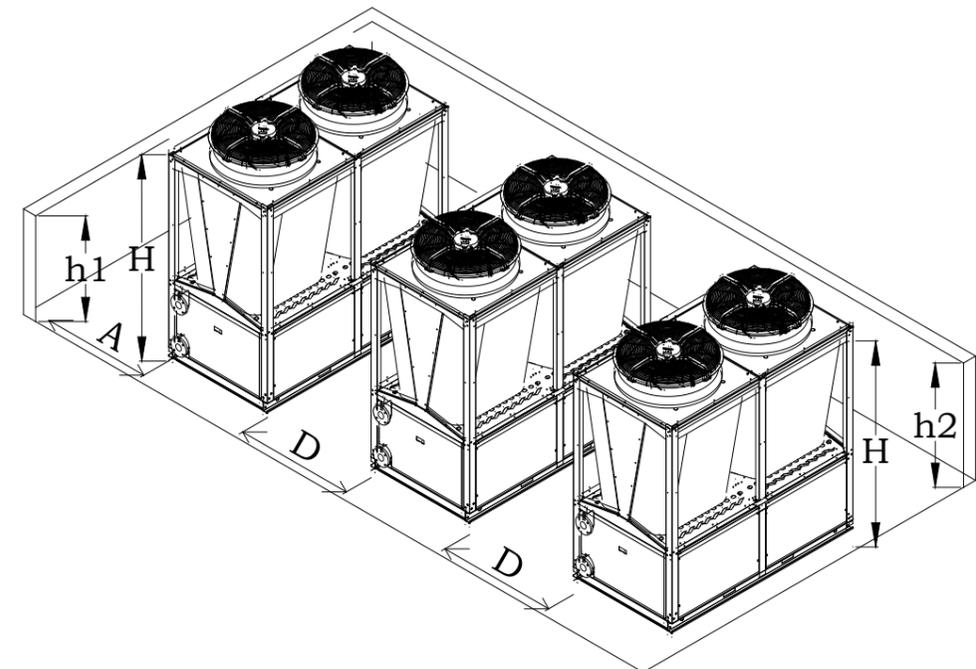
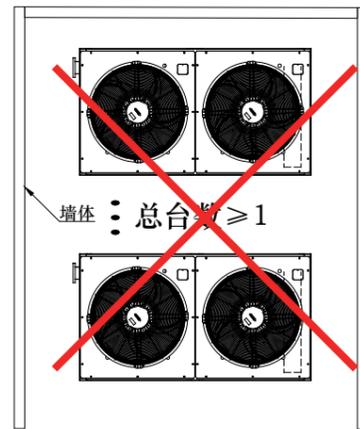
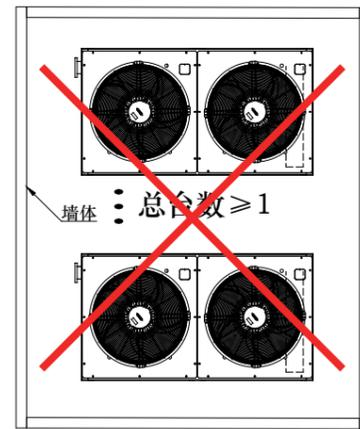
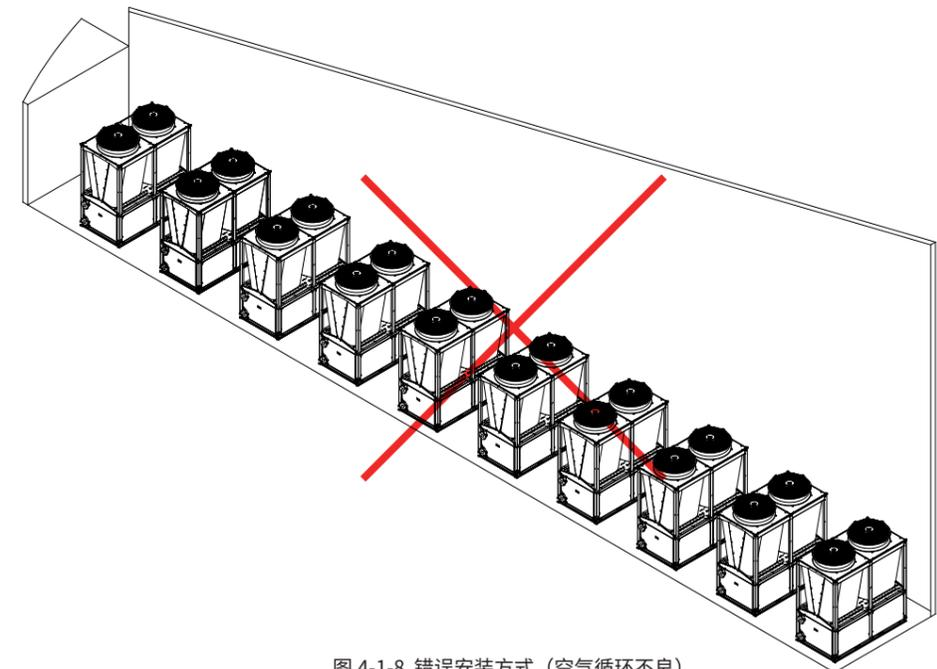

图 4-1-2 机组换热空气进风通道
图 4-1-3 错误安装方式 (U 形空间)
图 4-1-4 错误安装方式 (口形空间)
图 4-1-8 错误安装方式 (空气循环不良)
- G. 预留尽可能大的室外盘管换热空气流通通道, 建议预留通道如图 4-1-2。不能安装在 U 形、口形的环绕高墙围成的空间内, 因为这样会气流短路和吸风受阻, 如图 4-1-3, 图 4-1-4。不能安装在高大建筑物外墙墙角下, 出风无法彻底吹离机组, 制热、制冷都会受到影响, 如图 4-1-8。
1. 如果是按照图 4-1-2 模組的模块数超过 8 台, 则处在中间的模块其相邻距离 D 要加大。